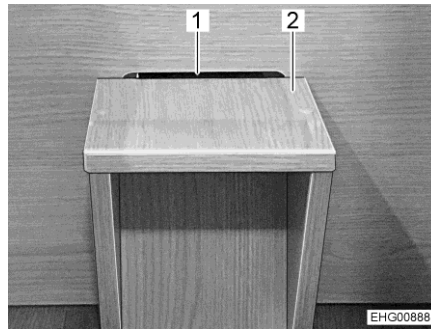
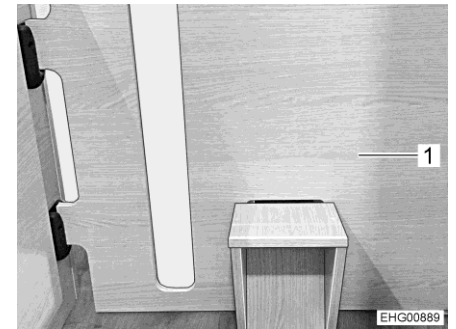

Fig. 50 Marche
Fig. 51 Paroi intermédiaire avec marche
- Accrocher la marche (Fig. 50,2) dans l'évidement inférieur (Fig. 50,1) de la paroi intermédiaire (Fig. 51,1).
- Placer la paroi intermédiaire (Fig. 51,1) entre les lits arrière longitudinaux. Accrocher pour ce faire la paroi intermédiaire en seconde position (vu du bloc cuisine).